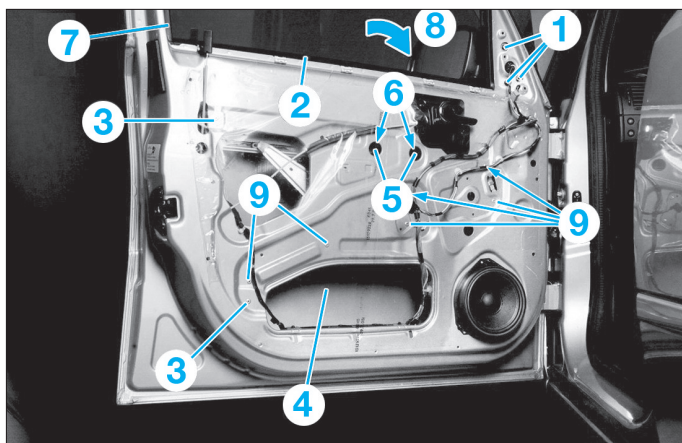

FIG. 31
- Déposer les 3 vis de fixation (1) (Fig.31).
- Percer la tête des rivets (9) (Fig.31).
- Retirer le film d'étanchéité (4) (Fig.31).
- les 3 vis de fixation (1) du rétroviseur extérieur et le déposer.
- le joint de vitre extérieur (2).
- Percer la tête des rivets (3) de la glissière de vitre.
- Par les 2 orifices (5) dévisser les vis (6) de maintien de la vitre.
- Retirer partiellement le joint de vitre (7).
- Faire basculer la vitre (8) et la retirer du guide par le haut.